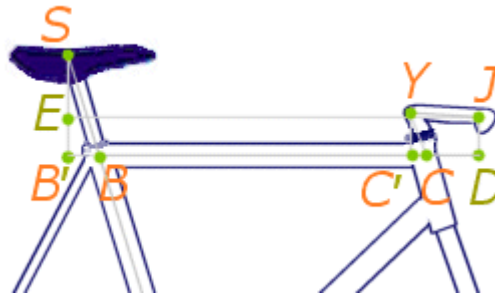

Figura 19:
La **distanza sella-manubrio** è la distanza orizzontale che intercorre tra le proiezioni del *centro anatomico di sella* (S) e del *centro della piega manubrio* (J) all'altezza del suo innesto con il collarino dell'attacco manubrio (figura 19: segmento **B'D**)
Lo **scarto sella-manubrio** è il "dislivello" che intercorre tra la sella e il manubrio ed in particolare tra il *centro anatomico di sella* (S) e il *centro della piega manubrio* (J) all'altezza del suo innesto con il collarino dell'attacco manubrio. (figura 19: segmento **SE**)